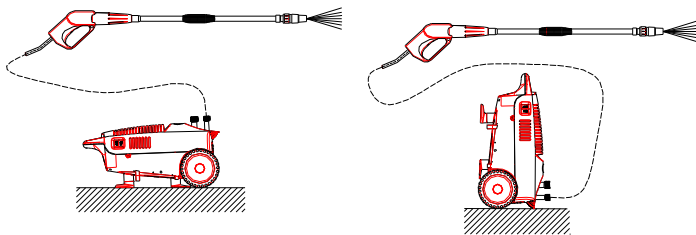

Abbildung 5
5.3.9 Das Gerät kann in zwei Arbeitspositionen verwendet werden. Siehe Abbildung 5.